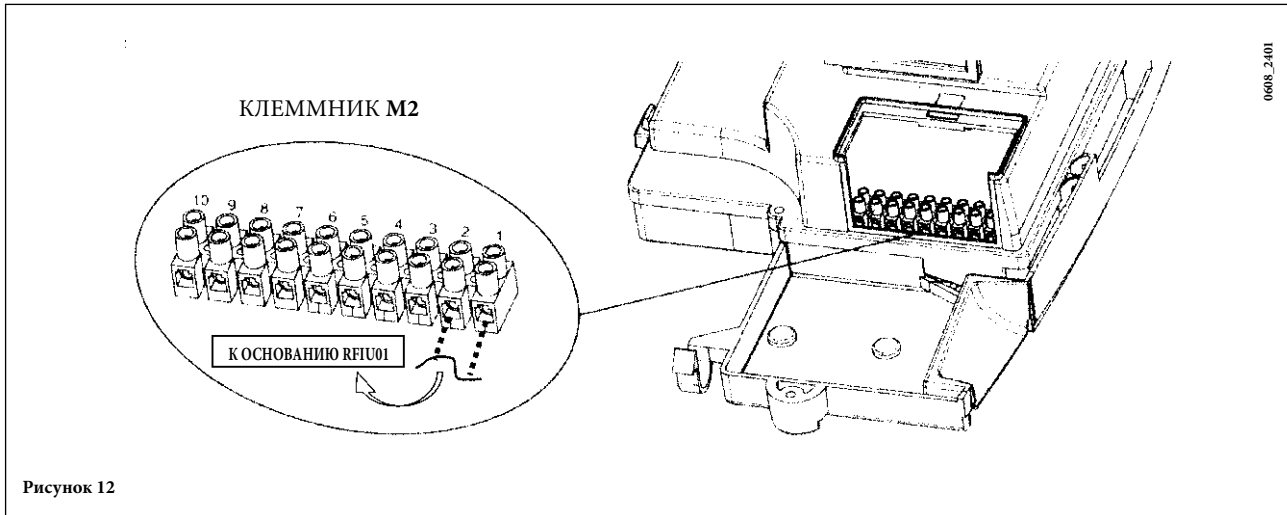

Рисунок 12
- Соединить кабели, поступающие от клеммника M2 котла (Рис. 12), как показано на рисунке С.